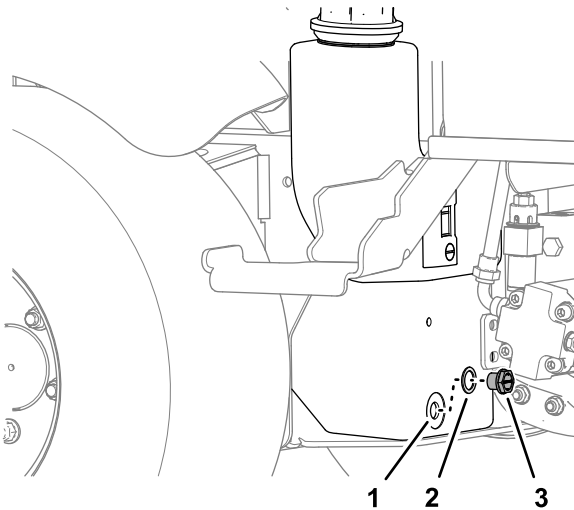

Figura 88
3. Amplasai o tavă de golire sub rezervorul hidraulic, scoateți bușonul de golire al rezervorului i golii complet lichidul hidraulic (Figura 88).